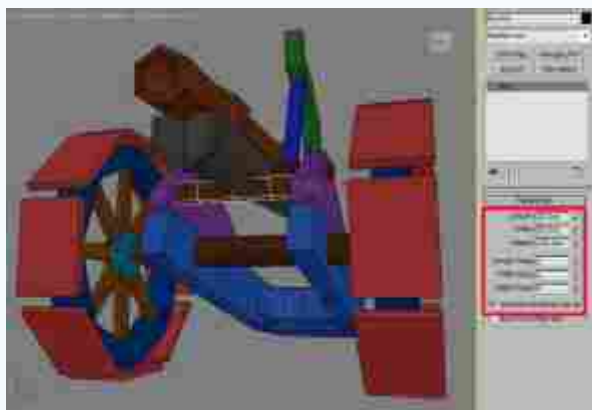
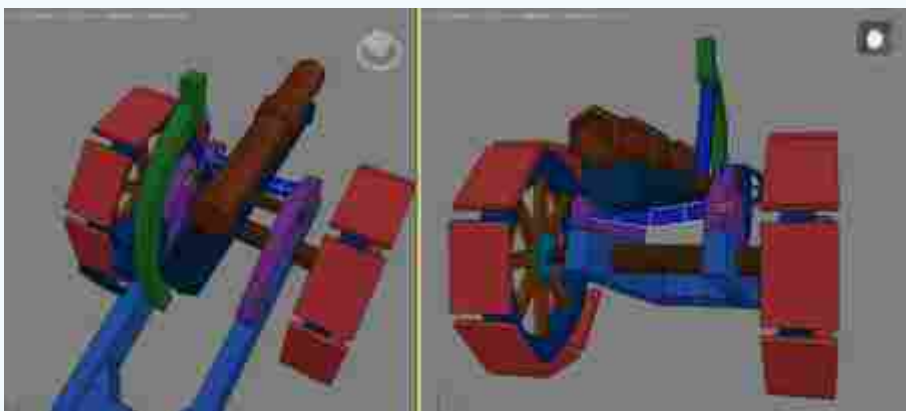

图2-45 发射器托体基础模型
图2-46 发射器托体结构调整
(24) 制作炮身前端控制发射器托体结构的模型，如图2-45所示。托体主要用来承载前端凹槽及炮身的重量，在创建时注意调整托体与凹槽的结构位置，使二者匹配，如图2-46所示。